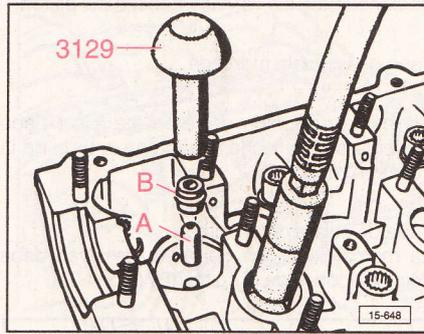

Fig. 4.33
Para evitar cualesquiera deterioros, al montar los retenes de válvulas habrá que utilizar siempre el casquillo de plástico (A) sobre el vástago de válvula (Fig. 4.33).
Aceitar el retén del vástago de válvula (B), colocar en el dispositivo para encasquillar 3129 y calarla cuidadosamente en la guía de válvula (Fig. 4.33).